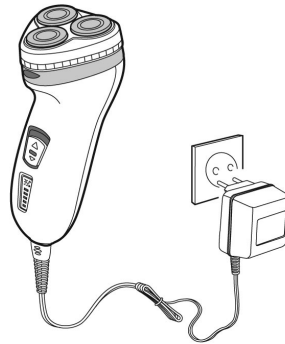

Рис. 2
вставте роз'єм зарядного пристрою (9) у гніздо зарядки з нижньої сторони корпусу й включіть зарядний пристрій у мережу (Рис.2), при цьому на дисплеї (8) буде відображатися необхідна інформація;